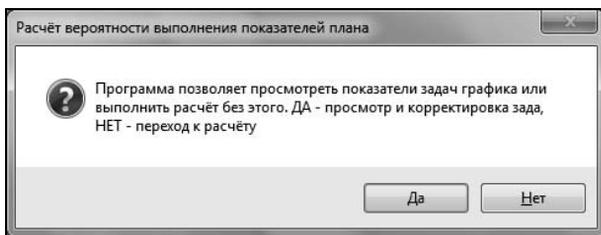

Рис. 11.13. Окно выбора режима предварительного просмотра показателей задач графика проекта
5. Программа позволяет перед выполнением расчета предварительно просмотреть показатели работ графика проекта. Для этого в показанном на рис. 11.13 окне следует нажать кнопку **Да**, а для отказа от этого — кнопку **Нет**.